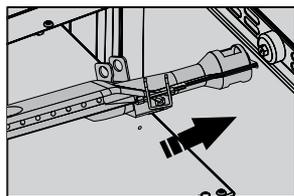

Figura 47
- Ensamble de nuevo el quemador de tal forma que coincida concéntricamente el quemador con el porta inyector colocando los tornillos de acuerdo a la posición inicial. (Ver figura 47).